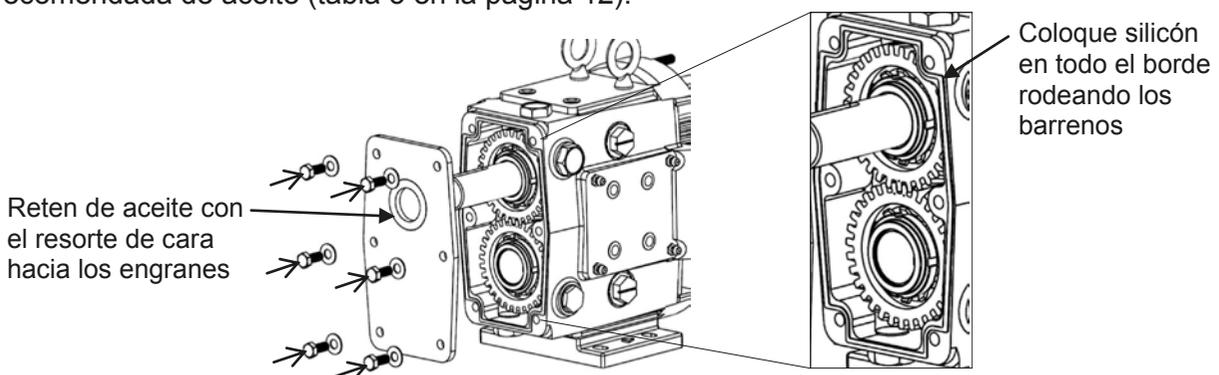

Figura 47: Instalación de tapa trasera
10) Aplique una ligera capa de lubricante en los diámetros interior y exterior del reten de aceite de la tapa de la caja. Con una prensa instale el reten en la tapa con el resorte de cara hacia los engranes. Aplique silicón a los bordes de la parte trasera de la caja de engranes (asegúrese de no dejar espacios vacíos). Deslice la tapa en la caja con la flecha centrada en el reten y asegúrela con los tornillos de retención (figura 47). Es importante no cortar el sello con el cuñero de la flecha. Instale los tapones de aceite y llene la caja con la cantidad recomendada de aceite (tabla 3 en la página 12).